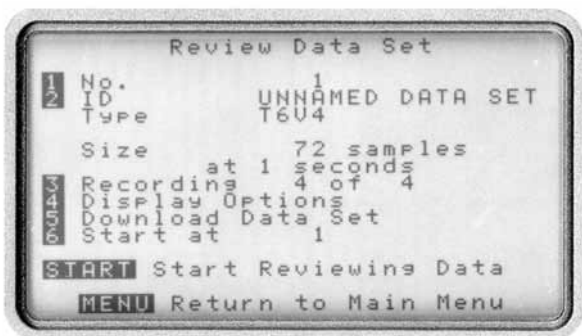

Abbildung 9. Anzeige gespeicherter Daten
2. Wählen Sie den gewünschten Datensatz mit den Tasten **▽** und **△** aus und drücken Sie **ENTER**. Daraufhin erscheint ein Menü mit Informationen und Anzeigeeoptionen für den gewählten Datensatz (s. Abbildung 9).